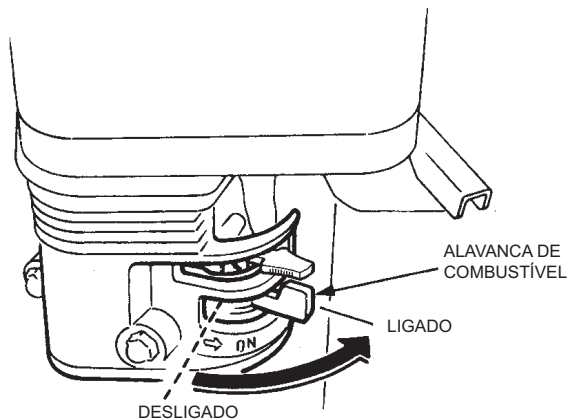

Figura 24. Alavanca da válvula de combustível do motor
1. Coloque a **alavanca da válvula de combustível** (Figura 24) na posição "ON" (ligado).